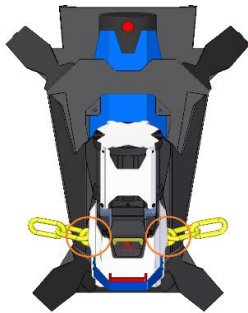

Bild 4: Markierung des Kettenein- und -auszuges
- **Jegliches Hineingreifen in den Kettenein- und -auszug (Bild 4) ist untersagt.** Halten Sie die Kette nicht während des Schneidens im Bereich des Kettenein- und -auszug ein!